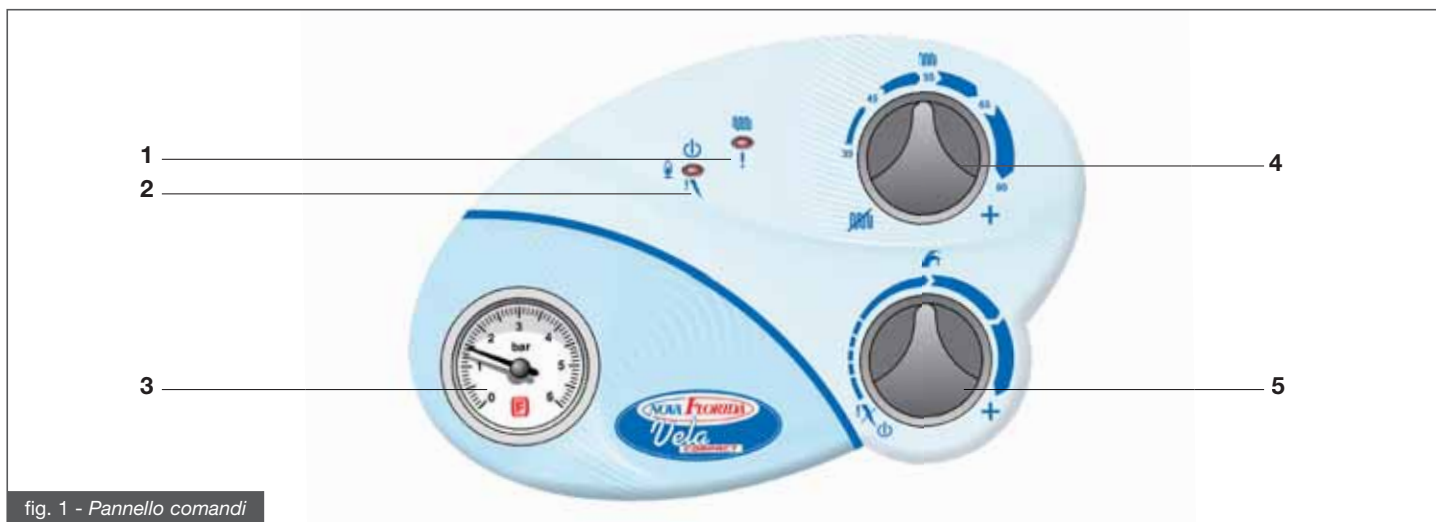

fig. 1 - Pannello comandi
| fig. 1 - Pannello comandi | 6 |
- portare l'interruttore elettrico a monte della caldaia in posizione ON (il LED 2 di fig. 1 si accende di verde);
- scegliere lo stato di funzionamento della caldaia per mezzo del regolatore 4 (fig. 1);
- impostare il valore di temperatura desiderato per l'impianto di riscaldamento per mezzo del regolatore 4 (fig. 1);
- impostare il valore di temperatura desiderato per l'acqua sanitaria per mezzo del regolatore 5 (fig. 1);
Dopo un periodo di lunga inattività della caldaia, in special modo per le caldaie funzionanti a GPL, si potrebbe riscontrare una difficoltà di accensione. Pertanto, prima di accendere la caldaia, accendere un altro apparecchio a gas (ad esempio un fornello). Nonostante questo la caldaia potrà andare in blocco una o due volte. Ripristinare quindi il funzionamento della stessa portando il selettore 5 (fig. 1) nella posizione di sblocco ~~X~~ per alcuni secondi.
- verificata la presenza di combustibile sbloccare il bruciatore portando il selettore 5 (fig. 1) in posizione di sblocco **!X**: se l'apparecchio non riparte e ritorna in blocco, dopo due tentativi ricorrere ad un Centro di Assistenza Autorizzato o a personale qualificato per un intervento di manutenzione. Qualora il bruciatore si metta in blocco con frequenza, segno questo di una anomalia ricorrente nel funzionamento, ricorrere ad un Centro di Assistenza Autorizzato o a personale qualificato per un intervento di manutenzione.
In caso di sovratemperatura dell'acqua di mandata il LED 1 (fig. 1) lampeggia di colore rosso. In questo caso ricorrere ad un Centro di Assistenza Autorizzato o a personale qualificato per un intervento di manutenzione.
In caso di blocco per intervento del pressostato acqua il LED 1 (fig. 1) lampeggia di colore giallo.
- ruotare la manopola del rubinetto di carico in senso antiorario per permettere l'ingresso dell'acqua in caldaia e mantenerlo aperto fino a che il manometro 5 (fig. 1) indica che è stato raggiunto un valore della pressione di $1 \div 1,3$ bar; a questo punto chiudere il rubinetto ruotando la manopola in senso orario.
In caso di blocco della caldaia per un'anomalia nelle tubazioni di aspirazione aria e/o di scarico dei fumi il LED 1 (fig. 1) si accende di colore giallo. In questo caso ricorrere ad un Centro di Assistenza Autorizzato o a personale qualificato per un intervento di manutenzione.
In caso di blocco del bruciatore per malfunzionamento delle sonde di temperatura il LED 1 (fig. 1) si accende nel seguente modo: